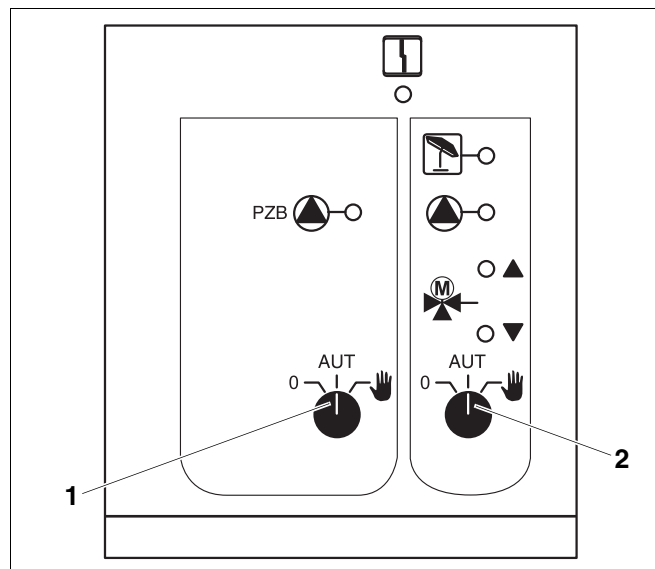

Fig. 26 Modulo centrale ZM 433
- Mettere il selettore del circuito di alimentazione (fig. 26, pos. 1)
- Mettere il selettore del circuito risc. (fig. 26, pos. 2)